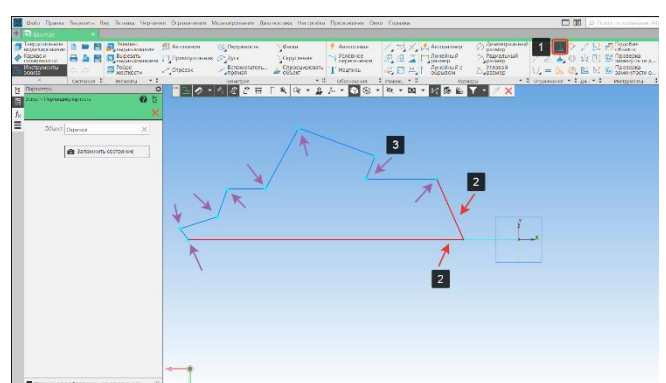

Рисунок 93 – Ограничение перпендикулярность
- Наложим ограничение перпендикулярность на углы эскиза. В панели ограничения выбран командо Перпендикулярность (1) (Рисунок 93);
- Выберем два отрезка (2) между которыми необходимо создать ограничение. Программа автоматически поставит отрезки под 90 градусов (перпендикулярно) (Рисунок 93);
- Наложим ограничение перпендикулярности для других отрезков (3) (Рисунок 93);